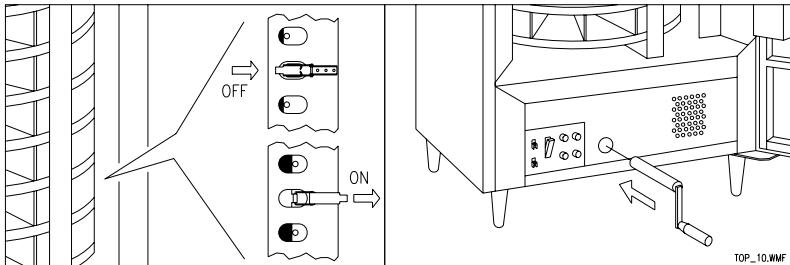

FIG. 10
- 2) Accrocher les petits pistons à l'aide des crochets dans le couvre-colonnette FIG. 10.
- 5) Localiser la barre de relevage dans la partie inférieure du distributeur FIG. 10, et en employant la manivelle faire tourner la barre en sens inverse de celui des aiguilles d'une montre jusqu'à fin de course, de façon à abaisser les plateaux.